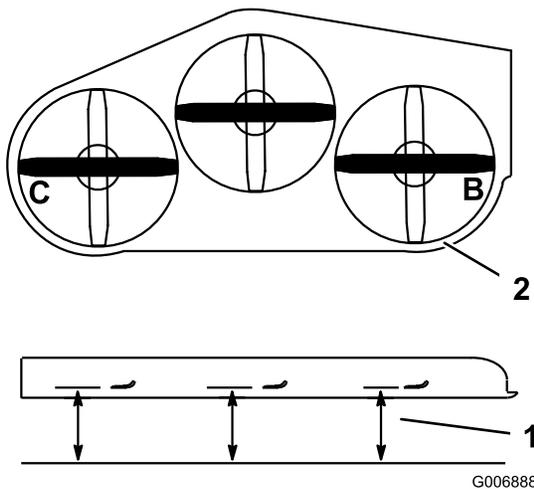

図 81
4. **B** 位置および **C** 位置で、平らな床面からブレードの刃先までの距離を測定する **図 81**。